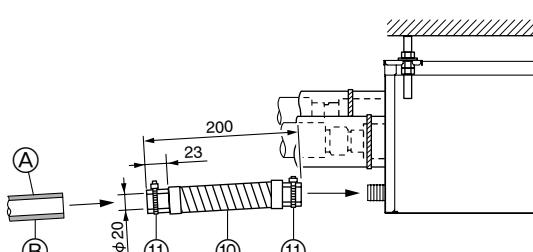

Fig. 8-1
- (1) Breng PVC-lijn (lokaal verkrijgbaar) op de afvoeraansluiting van de aftakdoos aan en duw de aangebrachte slang ⑩ zo ver mogelijk op de aansluiting. (Fig. 8-1)
- (2) Breng een pijp van harde PVC (VP-16, lokaal aan te schaffen) in de aangebrachte afvoerslang ⑩ aan en lijm ze aan elkaar vast en bevestig het geheel. (Fig. 8-1)
⑪ VP-16, lokaal aan te schaffen
⑫ Thermische isolatie
- (3) Breng een band ⑪ op de aangehechte afvoerslang ⑩ aan (Fig. 8-1)